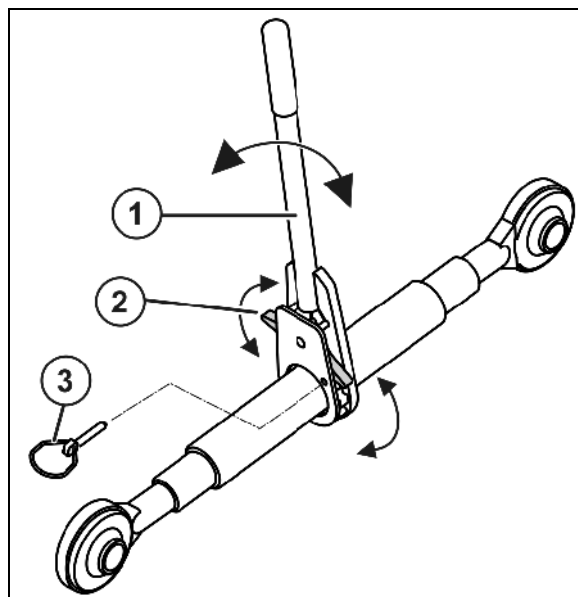

Fig. 35
1. Klappstecker (Fig. 35/3) entfernen.
2. Schwenkhebel (Fig. 35/2) entsprechend der gewünschten Drehrichtung einrasten.
3. Spindel über den Handhebel (Fig. 35/1) verlängern / kürzen.
4. Einstellung mit Klappstecker (Fig. 35/3) sichern.